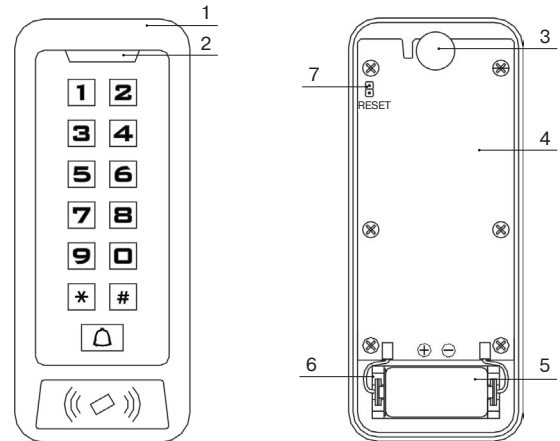

Рисунок 1
ПУВ-РК состоит из следующих элементов (рисунок 1): лицевая панель (1) с установленной в ней печатной платой (4), основание. Индикатор общего назначения (2) выведен на лицевую панель и может включаться или выключаться в соответствии с командой, принятой от ППК. На печатной плате установлены: пьезоизлучатель (3), контакты «RESET» (7) для перевода ПУВ-РК в режим «Связывание». Батарея (5) с изолятором устанавливается в батарейный отсек (6).
Для определения возможности использования ПУВ-РК в выбранном месте необходимо нажать клавишу Δ , после этого ПУВ-РК отобразит качество радиосвязи с ППК на индикаторе (поз. 2, рис. 1) в соответствии с таблицей 4.